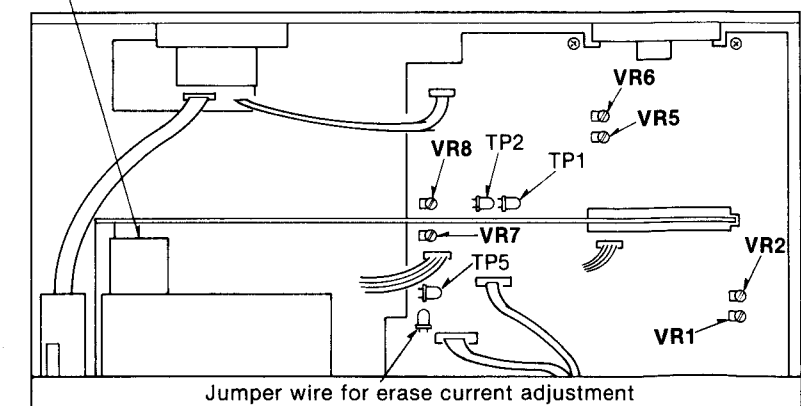

Fig. 1
6. Si el valor medido no está dentro del valor estándar, ajustarlo usando el ajuste de velocidad de cinta VR mostrado en la Fig. 1.
1. Si el valor medido no está comprendido dentro del valor normal, ajustar VR1 (L-CH), VR2 (R-CH) (Ver la Fig. 1).
- Si la corriente de borrado es mayor que 165mA, cortar el hilo del puente (Ver la Fig. 1).
Nota: Antes de medir y ajustar la respuesta de frecuencia total, asegurarse de la respuesta de frecuencia de reproducción. (Para el método de medida, sírvase consultar la respuesta de frecuencia de reproducción). (Se fija el compensador de grabación.) 1. Efectuar las conexiones tal como se muestra en la Fig. 11. 2. Poner la UNIDAD en el modo de cinta normal y cargar la cinta de prueba (QZZCRA). 3. Aplicar una señal de 1kHz desde el oscilador de AF a través de ATT a LINE IN. 4. Ajustar el ATT de forma que el nivel de entrada sea de -20dB por debajo del nivel estándar de grabación (nivel estándar de grabación = 0VU). 5. Ajustar el oscilador de AF para generar señales de 1kHz, 50Hz, 100Hz, 200Hz, 500Hz, 4kHz, 8kHz y 10kHz y grabar, estas señales en la cinta de prueba. 6. Reproducir las señales grabadas en el paso 6, y comprobar si la curva de respuesta de frecuencia está dentro de los límites mostrados en el gráfico de respuesta de frecuencia total para las cintas normales (Fig. 10). (Si la curva está dentro de las especificaciones del gráfico, seguir con los pasos 7, 8 y 9). Si la curva no está dentro de las especificaciones del gráfico, ajustar de la forma siguiente: Ajuste A: Cuando la curva excede las especificaciones del gráfico de respuesta de frecuencia total (Fig. 10) tal como se muestra en la Fig. 12. 1) Aumentar la corriente de polarización girando VR7 (L-CH) y, VR8 (R-CH). (Ver la Fig. 1 de la página 4). 2) Repetir los pasos 5 y 6 para confirmación (Seguir con los pasos 7, 8 y 9 si la curva está ahora dentro de las especificaciones del gráfico de la Fig. 10). 3) Si la curva todavía excede las especificaciones (Fig. 10), aumentar aún más la corriente de polarización y repetir los pasos 5 y 6. Ajuste B: Cuando la curva está por debajo de las especificaciones del gráfico de respuesta de frecuencia total (Fig. 10) tal como se muestra en la Fig. 13. 1) Reducir la corriente de polarización girando VR7 (L-CH) y VR8 (R-CH). 2) Repetir los pasos 5 y 6 para confirmación. (Seguir con los pasos 7, 8 y 9 si la curva está ahora dentro de las especificaciones del gráfico de la Fig. 10.) 3) Si la curva todavía cas por debajo de las especificaciones del gráfico (Fig. 10), reducir aún más la corriente de polarización y repetir los pasos 5 y 6. 7. Poner la UNIDAD en el modo de cinta CrO₂. 8. Cambiar la cinta de prueba a QZZCRX y grabar señales de 1kHz, 50Hz, 100Hz, 200Hz, 500Hz, 4kHz, 8kHz 10kHz y 12,5kHz. Luego, reproducir las señales y comprobar si la curva está dentro de los límites mostrados en el gráfico de respuesta de frecuencia total para las cintas CrO₂ (Fig. 14). 9. Poner la UNIDAD en modo de cinta a Metal y cambiar la cinta de prueba a QZZCRZ, y grabar señales de 1kHz, 50Hz, 100Hz, 200Hz, 500Hz, 4kHz, 8kHz, 10kHz y 12,5kHz. Luego, reproducir las señales y comprobar si la curva está dentro de los límites mostrados en el gráfico de respuesta de frecuencia total para las cintas de Metal (Fig. 14). 10. Asegurarse de que las tensión de polarización sean aproximadamente las que se indican a continuación cuando el aparato esté colocado en un modo de cinta distinto. • Medir la tensión en la cabeza utilizando el VTVM. Unos 5,1V (posición Normal) Valor de referencia: Unos 6,6V (posición CrO₂) Unos 11,2V (posición Metal)
6. If measured value is not within the standard value, adjust it by using the tape speed adjustment VR shown in fig. 1.
1. If the measured value is not within the standard, adjust VR1 (L-CH) or VR2 (R-CH) (See fig. 1).